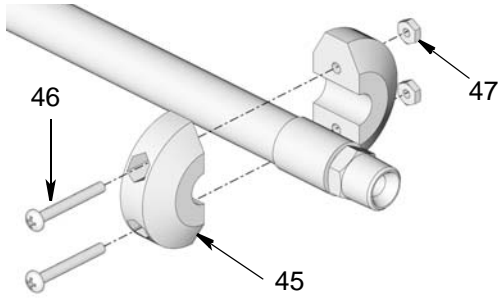

FIG. 14
14. Remettre l'arrêt de bille et la vanne de distribution en place (FIG. 14).
15. Enlever le collier en C (A).